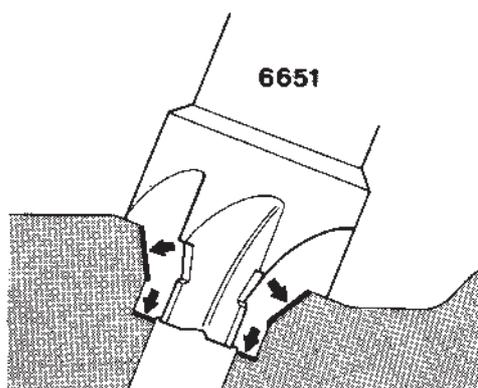

Fig. 155. Nettoyage de siège pour la douille en cuivre (1ère étape)
1. Commencer à nettoyer avec la fraise 6651 jusqu'à ce qu'elle vienne buter contre la surface d'étanchéité supérieure du siège et s'arrête de couper. La fraise coupe vers les flèches indiquées sur la figure 155.